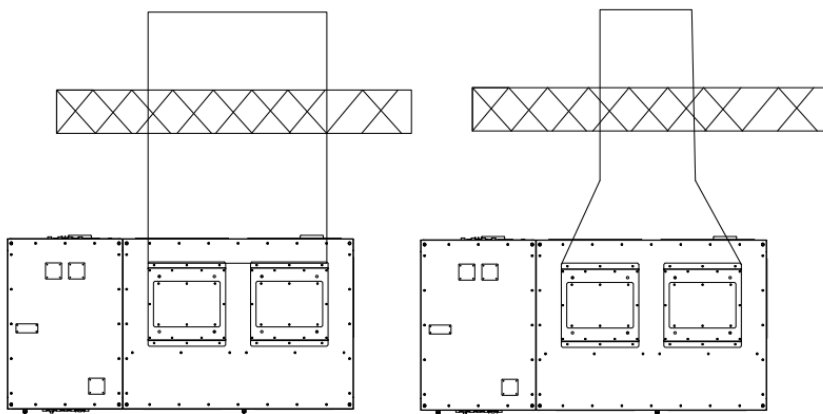

Рис. 30. Объединенный воздуховод
- Если расстояние между кожухами двух вентиляторов менее 100 мм, их допускается объединить в один воздуховод; сечение воздуховода должно быть не меньше суммы площадей выходов обоих кожухов (рис. 30).